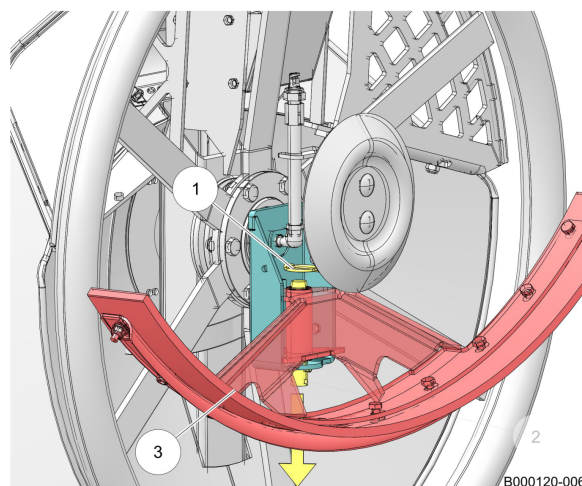
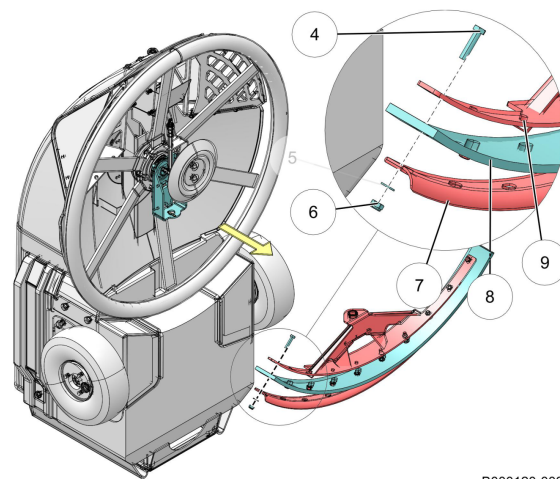

Figure 51. Dépose de l'ensemble racleur
Figure 52. Dépose du racleur
1. Installez sans serrer le nouveau racle fumier (8) (voir figure 52 page 6-16) entre la plaque de fixation (9) et la bande de serrage (7) avec les dix boulons, rondelles et écrous.
2. Placez la plaque de fixation (9) avec le racle fumier (8) sur une surface plane.
3. Assurez-vous que le racle fumier (8) est installé de manière équilibrée entre la plaque de fixation (9) et la bande de serrage (7).
4. Serrez tous les écrous (6). Serrez un peu moins les écrous aux extrémités du racle fumier afin d'éviter que le racle fumier ne s'arrache.
5. Placez l'ensemble racleur (3) avec la broche (1) (voir figure 51 page 6-16) et la broche de blocage sur la machine.